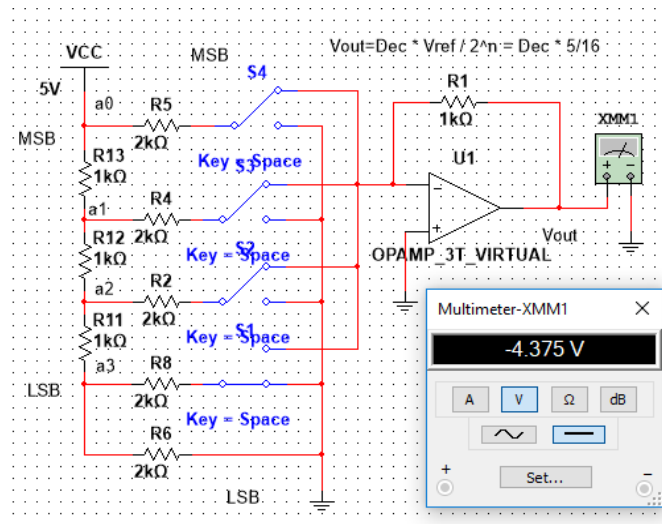

Рисунок 9 – Паралельний ЦАП на матриці R-2R з перемикачами
4. Для схеми на рис. 9 розрахувати за формулою вихідні значення ЦАП і порівняти їх з результатами моделювання.